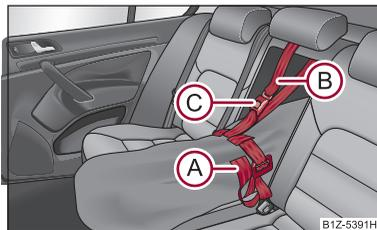

Fig. 101 Fixation du sac de chargement extractible
- Tirez sur l'extrémité libre du cordon de serrage (A) pour attacher les skis devant les fixations ⇒ fig. 101.
- Faites passer la sangle de fixation (B) à travers l'ouverture dans le dossier du siège autour de la partie supérieure du dossier.
- Insérez la sangle de fixation (B) dans la serrure (C) jusqu'au déclic.